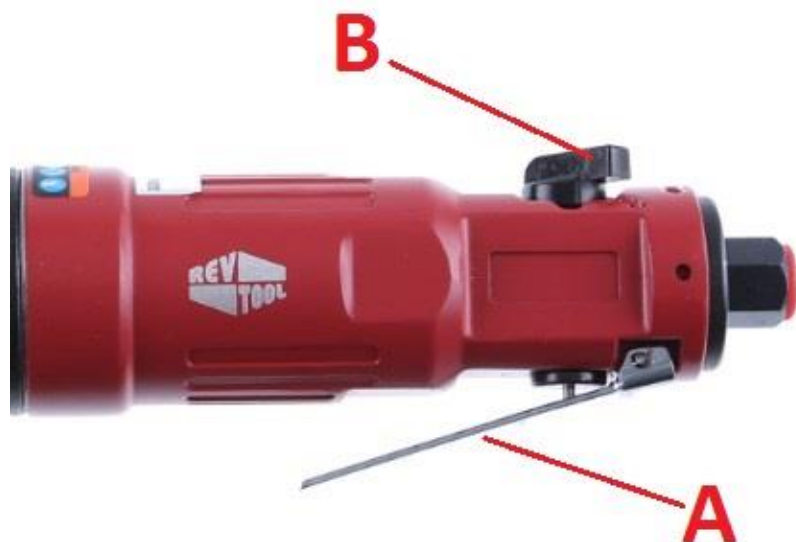

Рис.2
Что бы начать работу с инструментом, поверните переключатель (B) как показано на Рис.2 Для включения инструмента нажмите на курок (A), скорость вращения шпинделя увеличится соответственно усилию нажима на курке. Отпустите курок для остановки. Включайте реверс (обратный ход) переключателем (B) только после полной остановки шпинделя инструмента.